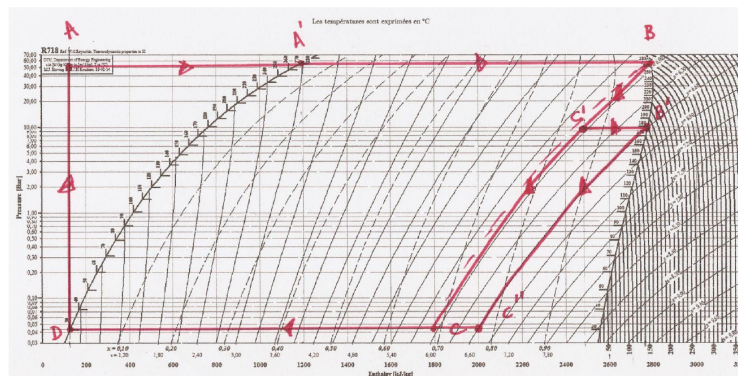

FIGURE 2 – Représentation du cycle de Rankine dans le diagramme des frigorigènes.
1. Le diagramme est représenté figure 2. L'allure des isothermes dans le diagramme de Clapeyron est connue, elles sont donc tracées grâce à la connaissance des pressions. On place ensuite le point  $A'$  (sur la courbe de saturation) puis le point  $B$  grâce au fait que  $A \rightarrow B$  est isobare. Le point  $C$  est placé approximativement dans le domaine diphasé connaissant sa pression, et on en déduit la position du point  $D$  le long de l'isobare et sur la courbe de saturation. On note enfin que  $A$  se trouve sur l'isotherme  $T_D$  car la compression  $D \rightarrow A$  est adiabatique et on néglige le travail fourni par la pompe, elle se fait donc à enthalpie (massique) constante d'après le premier principe, et donc à température constante en supposant le liquide incompressible : l'enthalpie d'un liquide incompressible ne dépend que de la température. Au cas où cet argument échapperait au candidat, il est indiqué question 5.
3. Voir figure 2. Les points  $A'$ , B et D se placent directement à partir des valeurs de pression et enthalpie massique lues à la question précédente, ou tout simplement à partir des valeurs de pression et en les plaçant sur la courbe de saturation. Pour placer le point C, on utilise le fait que  $B \rightarrow C$  est une adiabatique réversible et  $C \rightarrow D$  une isobare : C se trouve à l'intersection de l'isentrope passant par B et de l'isobare passant par D. Enfin, on sait que  $A \rightarrow B$  est une isobare et que  $D \rightarrow A$  est une isenthalpique (cf. question 1), d'où on déduit la position de A, à l'intersection de l'isobare (horizontale) passant par B et de l'isenthalpe (verticale) passant par D. Au cas où cet argument échapperait au candidat, il est indiqué question 5.